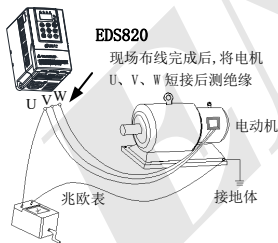

图 1-1 电机绝缘检查示意图
- (6) 应通过端子或其它正常的命令通道对变频器进行起停控制。严禁在变频器输入侧使用接触器等强电开关直接频繁起停操作，否则会造成设备损坏。
- (7) 如果需要在变频器输出和电机之间安装接触器等开关器件，请确保变频器在无输出时进行通断操作，否则可能会损坏变频器。
- (8) 变频器在一定的输出频率范围内，可能会遇到负载装置的机械共振点，可设置跳跃频率来避开。
- (9) 使用前，应确认电源电压在允许的工作电压范围之内，否则应做变压处理或订购特种变频器。
- (10) 在海拔高度超过 1000 米的条件下，变频器应降额使用，每增加 1500 米高度输出电流约降低额定电流的 10%。
- (11) 电机在首次使用或长时间放置后再使用之前，应做电机绝缘检查。请使用 500V 电压型兆欧表按图 1-1 所示进行检查，绝缘电阻不得小于 $5M\Omega$ ，否则有损坏变频器的可能。